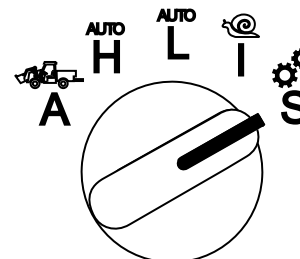

Figura 18
1. Gire el selector del modo operativo a la posición S (Figura 18).